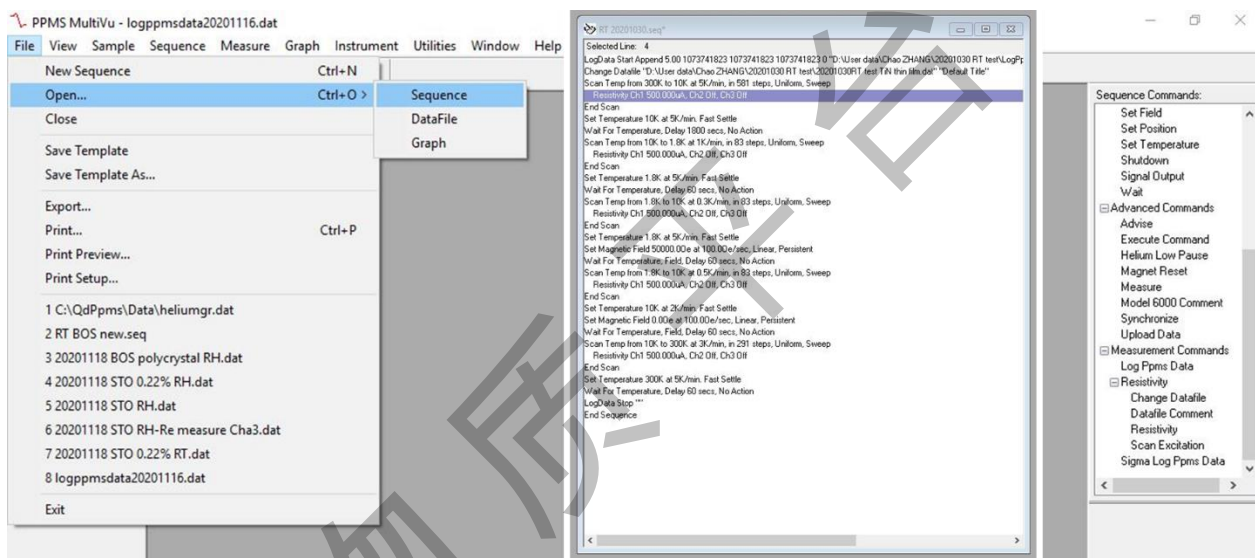

图 6.12 Sequence 测量程序的编写
3) 编写 Sequence 测量程序：如图 6.12 所示，点击 ‘File’ 选择 ‘New Sequence’，建立一个新的程序，或者选在 ‘Open’ 下的 ‘Sequence’ 打开一个已有的程序；通过选择 MultiVu 软件右侧 ‘Sequence Commands’ 中的语句进行编写；